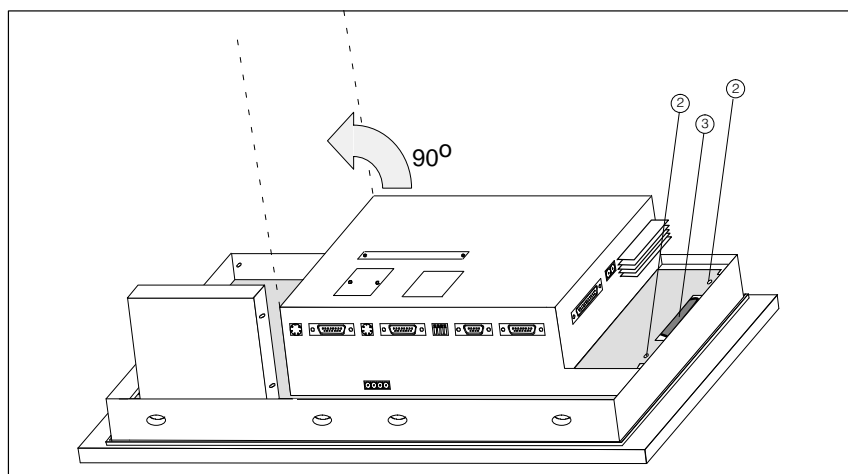

Bild 6-3 Schrauben von Halterung der schwenkbaren PC-Box lösen
1. Zwei im Bild 6-3 mit ② gekennzeichneten Schrauben herausdrehen, die die schwenkbare PC-Box fixieren.
2. PC-Box leicht anheben und Flachbandkabel aus Stecker ③ im Plattenausschnitt ziehen.